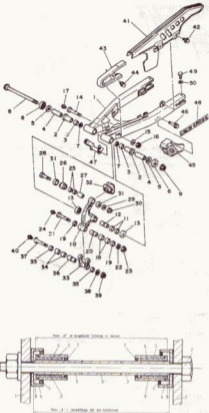

Bild 191
- Schwinggabel an ihren Enden auf und ab bewegen. Diese Bewegung muss leichtgängig sein. Ist sie schwergängig, vermutlich Schwingenlager entweder schlecht geschmiert oder axiales Spiel der Schwingenlagerung ungenügend (siehe hierzu Bild 191). Für das Modell DT 80 LC ist ein axiales Einbauspiel von 0,1 bis 0,3 mm vorgeschrieben, für das neuere Modell 0,4 bis 0,7 mm.
- Anweisungen zur Distanzierung in axialer Richtung nach Bild 191 beachten. Vorgeschriebenes Axialspiel 0,1 bis 0,3 mm für Modell DT 80 LC, 0,4 bis 0,7 mm für Modell DT 80 LC/2.